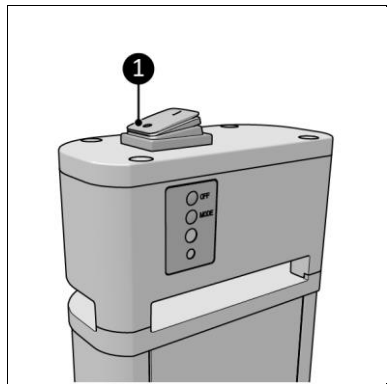

Abbildung 8
4. Stellen Sie sicher, dass sich der EIN/AUS-Schalter in der Position AUS befindet (Abbildung 8, Pos. 1).
1. Stellen Sie sicher, dass sich der EIN/AUS-Schalter in der Position AUS befindet (Abbildung 8, Pos. 1).